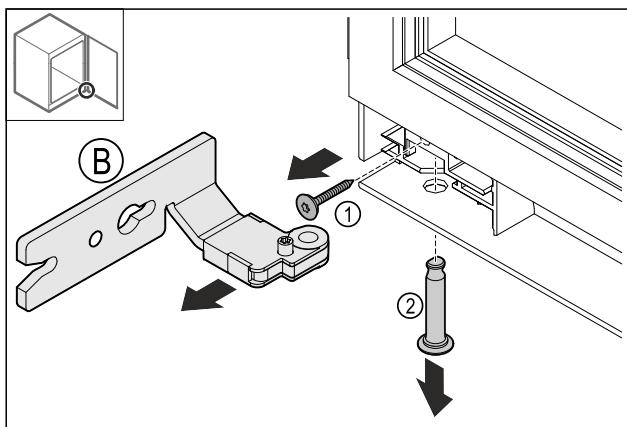

Fig. 16
- Schroef Fig. 16 (1) verwijderen.
- Bouten Fig. 16 (2) verwijderen.
- Scharnier Fig. 16 (B) verwijderen.